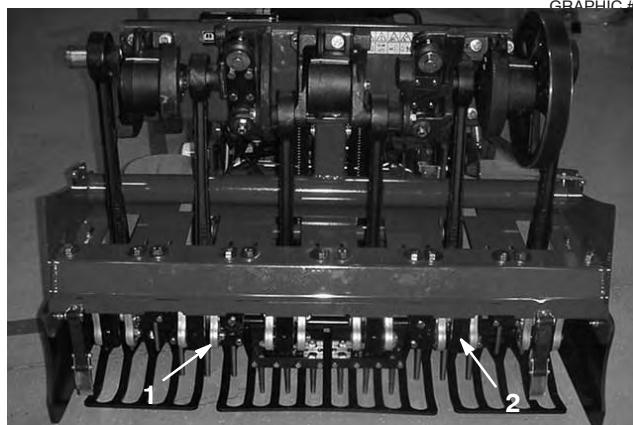

Figure 25
- Placez les louchets dans les porte-louchets N° 2 et 5 (Fig. 25). Serrez les vis.